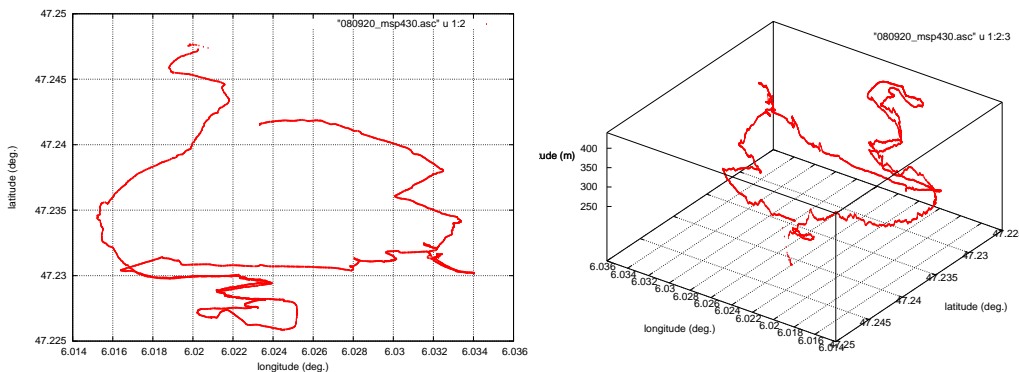

FIG. 2 – Exemple d’acquisition de trames GPS avec une fréquence de 1 Hz, et restitution du tracé en 2D (gauche) et 3D (droite) sous `gnuplot`.
Les microcontrôleurs 8 et 16 bits ne fournissent pas une puissance de calcul importante mais sont capable d'effectuer un certain nombre d'opérations simples telles qu'asservissements et acquisitions de données. Dans tous les cas, par soucis de contrôle *a posteriori* ou de dupliquer en local les données transmises en temps réel, les applications de ces microcontrôleurs sont étendues par la possibilité de stocker ces informations sur un support peu coûteux et consommant peu de courant en mode veille (Fig. 2). Nous nous proposons d'étudier le stockage d'informations sur cartes mémoires de type MutliMediaCard (MMC) ou Secure Digital (SD).